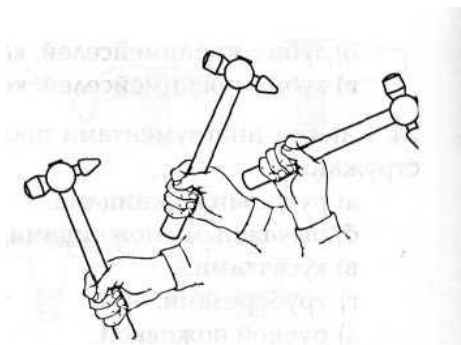

Рис. 1.3
16. Укажите, какой тип удара показан на рис. 1.3: